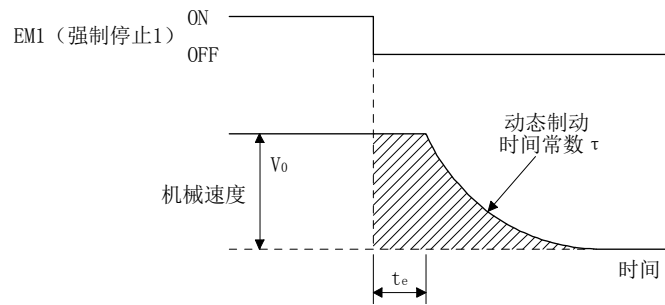

图15. 3 动态制动器制动图
动态制动动作时的停止模式如图15. 3所示。到停止为止的惯性运行距离的概略值可以根据公式（15. 1）进行计算。动态制动时间常数  $\tau$  根据直驱电机和动作时的转速而发生变化。（参照本项 (1) (b)）